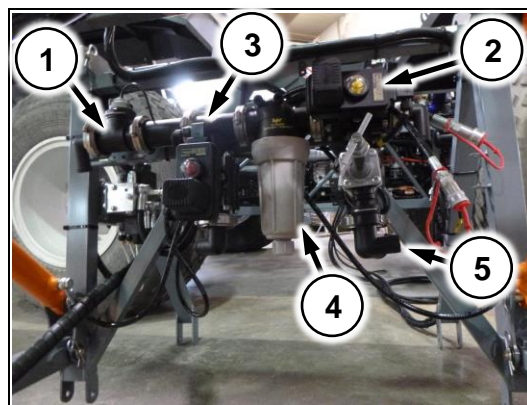

Рис. 70
(Рис. 70/1) – расходомер
(Рис. 70/2) – главный клапан
(Рис. 70/3) - регулировочный клапан
(Рис. 70/4) – корпус фильтра тонкой очистки
(Рис. 70/5) – предохранительный клапан
1. М – главный клапан (Рис. 70/2)
2. R – регулирующий клапан (Рис. 70/3)
3. Расходомер (Рис. 70/1) и датчик скорости подключаются в 3х.-контактные герметичные разъемы (См. схему в кратком руководстве по электрооборудованию)